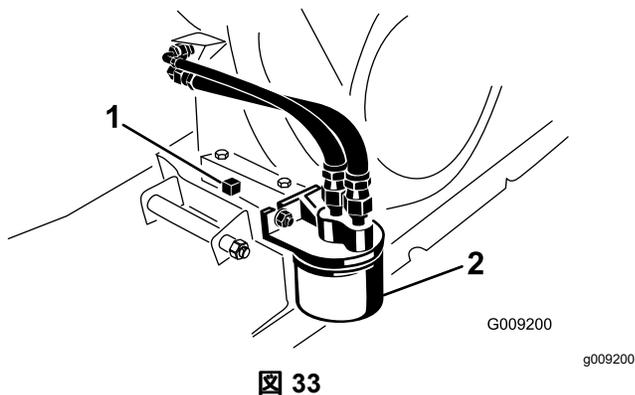

図 33
- 既存のオイルフィルタを外す 図 33。
- ガスケットが取り付けプレートに当たるまで手で回して取り付け、そこから更に $\frac{1}{2}$ - $\frac{3}{4}$ 回転増し締める 図 33。
- ドレンプラグの下に、容量 1.8 リットル程度の大きさのオイル受け容器をおく (図 33)。
7. ドレンプラグを抜きシールを外す(図 33)。